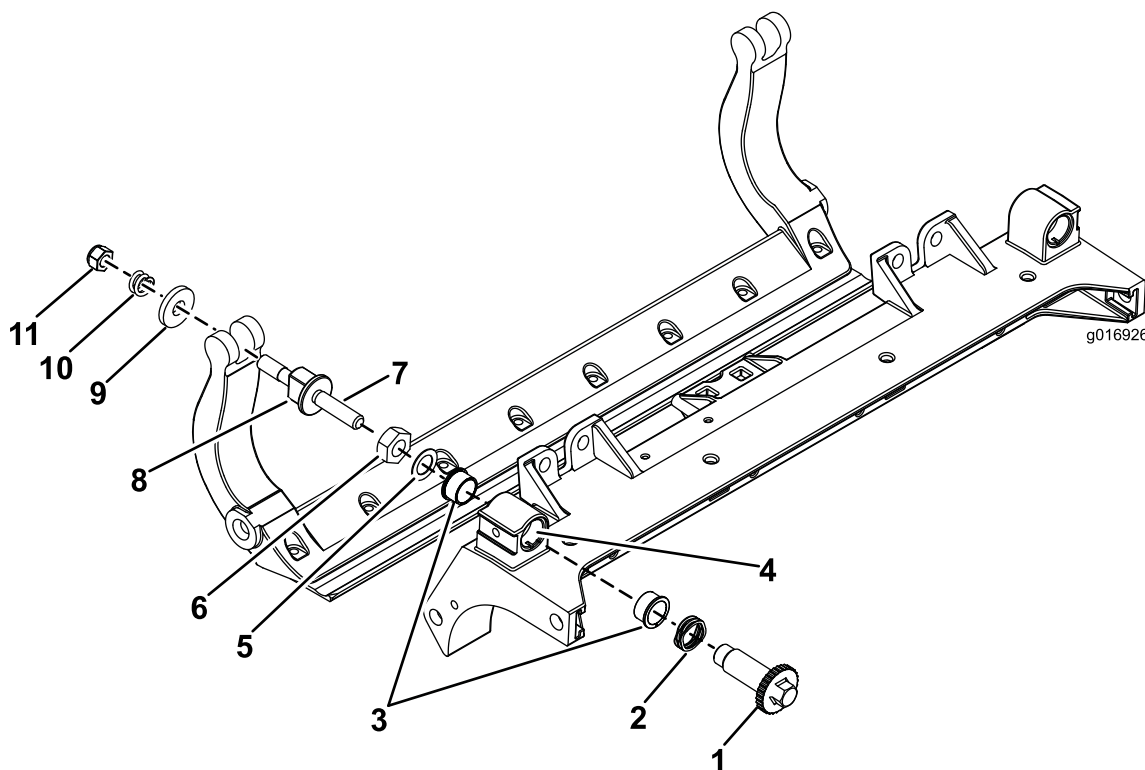

Figura 34
1. Retire todas as peças (consulte as *Instruções de instalação* do Kit DPA HD Modelo n.º 120-7230 e a Figura 34).
2. Aplique composto antigripagem no interior da área dos casquilhos na estrutura unidade de corte (Figura 34).
3. Alinhe as chaves nos casquilhos das flanges com as ranhuras na estrutura e instale os casquilhos (Figura 34).
4. Instale uma anilha ondulada no veio do ajustador e deslize o veio do ajustador para os casquilhos da flange na estrutura da unidade de corte (Figura 34).
5. Prenda o veio ajustador com uma anilha plana e porca de bloqueio (Figura 34). Aperte a porca de bloqueio com 20–27 N·m.
Nota: Coloque uma anilha de nylon de cada lado da placa lateral. Coloque uma arruela de aço no exterior de cada uma das arruelas de nylon (Figura 34).